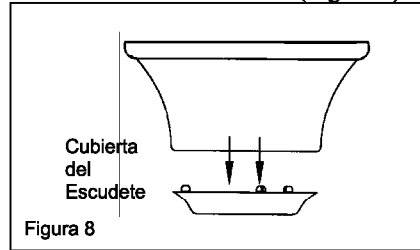

Figura 8
3. Remover la cubierta decorativa en la parte de abajo del escudete presianando los 3 botones de la cubierta (Figura 8).